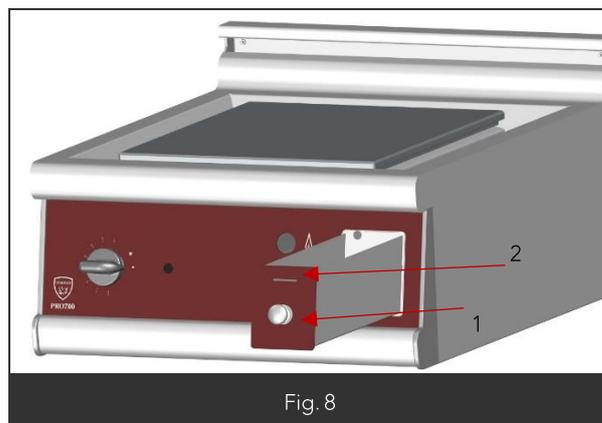

Fig. 8
- Le trop plein se fait par le trou oblong (Fig8 Rep2) du tiroir en façade.